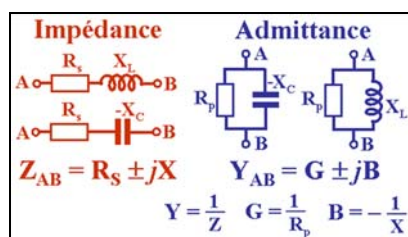

Figure 1 : Impédance et admittance
Nous avons vu (1) que l'impédance complexe  $Z$  est la somme vectorielle d'une résistance  $R$  et d'une réactance  $X$ , exprimées en Ohms ( $\Omega$ ). Elle correspond à la mise en série des composants et par conséquent le courant est la référence de phase. L'admittance  $Y$  est la somme vectorielle d'une conductance  $G$  et d'une susceptance  $B$ , exprimées en Siemens ( $S$ ). Elle correspond à la mise en parallèle des composants et c'est alors la tension qui est la référence de phase. Entre l'impédance et l'admittance, nous avons les relations de la figure 1 :